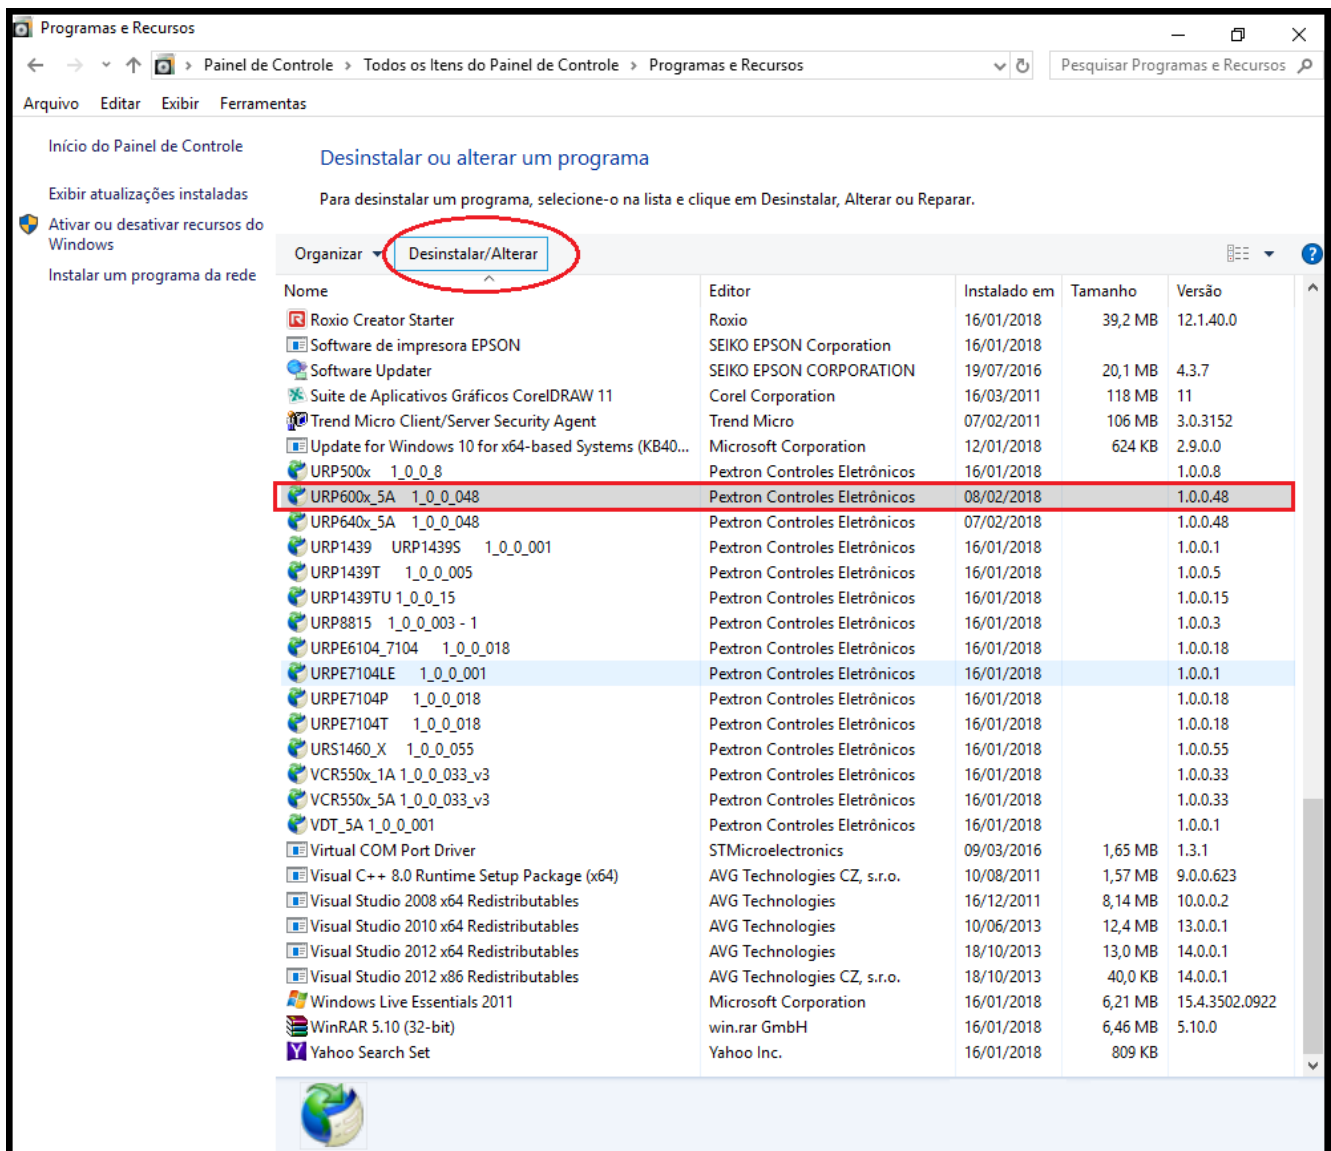

Figura 3.25: Programas instalados.
c) Selecionar o item que deseja desinstalar e ativar o botão Desinstalar/Alterar (figura 3.25).